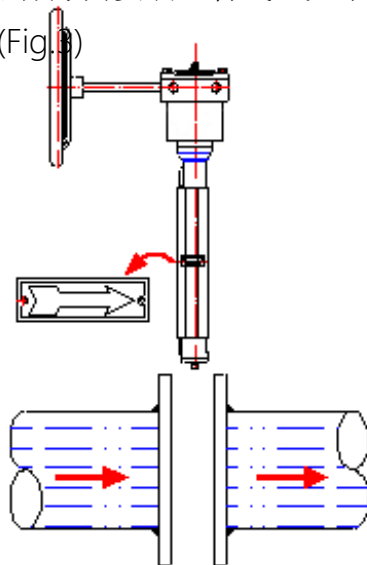

Fig.3
- 7.3 将阀门依阀体上的流体方向安装上管线，如果阀门是双向均可时，可省略这一步骤。(Fig.3)